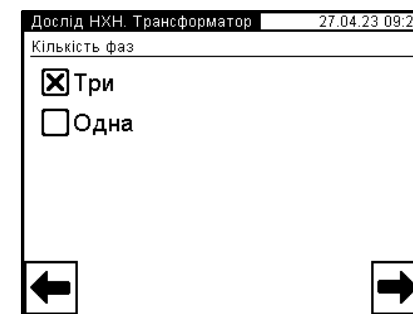
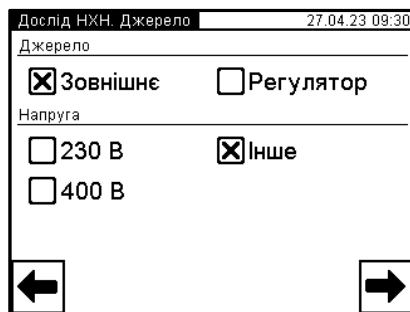

Рисунок 6.53
Рисунок 6.54
8) Встановити кількість фаз трансформатора, що перевіряється, для чого в підрозділі "Кількість фаз" натиснути в полі "Три" або "Одна" відповідно для трифазного або однофазного трансформатора (рисунок 6.53).
9) Перейти у вікно "Дослід НХН. Джерело" (рисунок 6.54), для чого у вікні (рисунок 6.53) натиснути на кнопку .
10) Вибрати варіант джерела живлення, для чого у вікні в підрозділі "Джерело" (рисунок 6.54) вибрати "Зовнішнє", якщо планується використовувати нерегульоване зовнішнє джерело, або "Регулятор" для регульованого джерела.
6) Вибрати варіант джерела живлення, для чого у вікні "Дослід КЗ, Транс./Джерело" (рисунок 6.66) в підрозділі "Джерело" (рисунок 6.54) вибрати "Зовнішнє", якщо планується використовувати нерегульоване зовнішнє джерело, або "Регулятор" для регульованого джерела